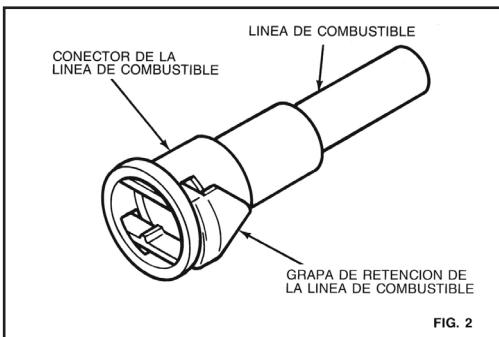

FIG. 2
- B) Consultando la Fig. 2 instale las nuevas grapas de retención de la línea de combustible, 5/16" (natural/clara) y 3/8" (negras), en su conector correspondiente con el extremo triangular de la grapa en el sentido opuesto de la abertura del conector de la línea de combustible.